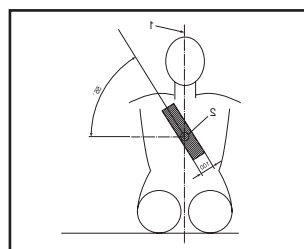

Figure 5
- La ceinture diagonale doit passer par-dessus l'épaule et la poitrine de l'utilisateur comme indiqué dans la figure 5.